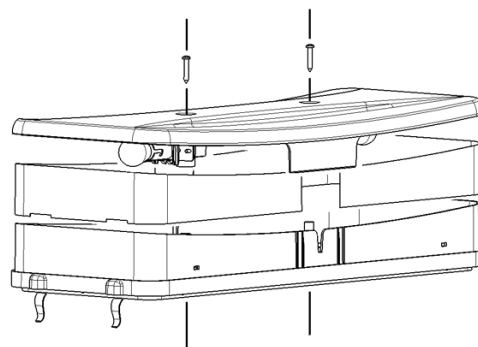

figure 9
**1** Substitution des ampoules du couvercle lumineux (voir figure 9) :